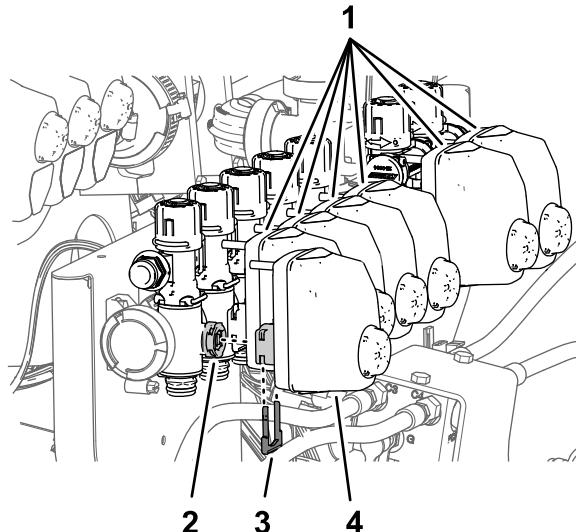

Figura 97
- Retire os atuadores da válvula das válvulas dos bicos 1 a 7 (Figura 97).
- Retire os retentores que prendem os atuadores das válvulas das válvulas dos bicos 1 a 7 (Figura 97).
- Monte os três acionadores de válvula nas válvulas do bico 1 a 7 (Figura 97) com os retentores que retirou no passo 1.